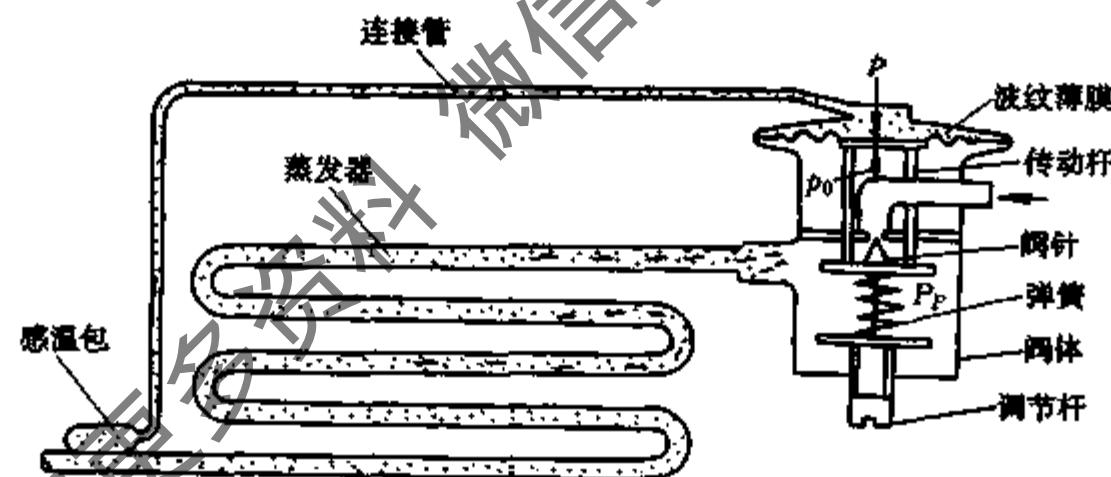

图2-18 热力膨胀阀的工作原理图
(2) 膨胀阀的工作原理。从图2-18中可看出，热力膨胀阀的感温包与蒸发器出口是紧密接触的。当蒸发器出口处制冷剂蒸气温度发生变化时，引起感温包内感温剂的容压变化，使薄膜上部的开阀作用力 $P$ 改变。薄膜下部是膨胀阀节流后的制冷剂压力 $P_0$ ，以及弹簧作用力 $P_D$ ，这两个力是关闭阀的作用力。当 $P = P_0 + P_D$ 时，膜片平衡不动，阀针孔的开启度不变，一定数量的制冷剂流入蒸发器。